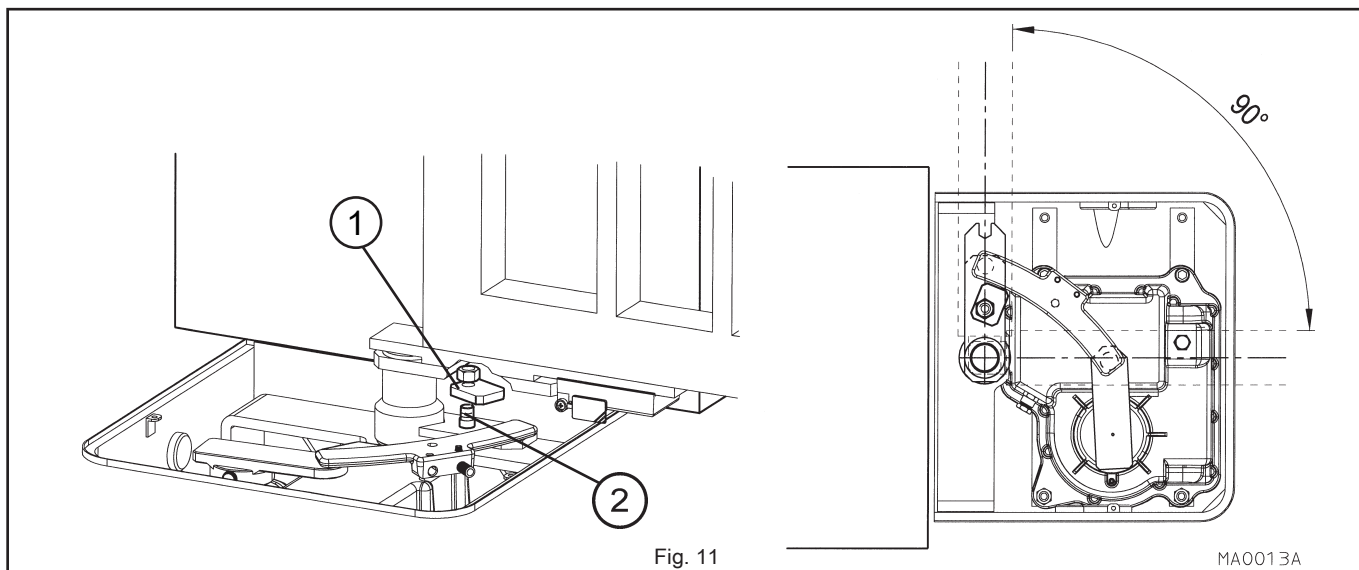

Fig. 11
- Infilare la piastrina di fermo interno (1 fig. 11) sul perno filettato (2 fig. 11) del gruppo leve orientata come indicato in fig. 11 e fissarla con il dado in dotazione.
- Thread the inner stop plate (1 fig. 11) on to the threaded pin (2 fig. 11) of the lever block oriented as indicated in fig. 11 and fasten using the nut supplied.
- Вставить пластину внутреннего стопора (1 рис. 11) в цапфу с резьбой (2 рис. 11) группы рычагов, которая расположена, как показано на рис. 11 и зафиксировать ее гайкой из комплекта.